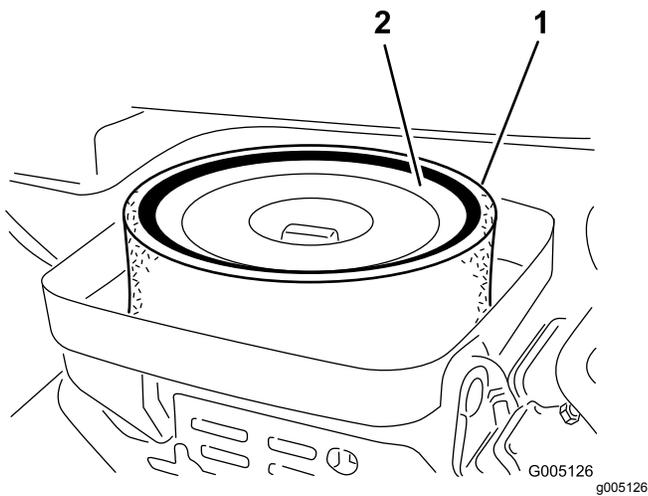

图 31
3. 卸下将滤芯固定到空气滤清器壳体上的蝶形螺帽图 31。
4. 如果泡沫滤芯变脏请将其从纸质滤芯中取出图 31。按照以下方式彻底清洁滤芯